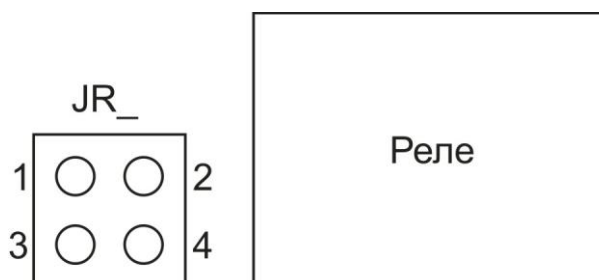

Рис. 7.2. Фрагмент установки элементов на плате автоматики
7.5.5. Рядом с реле P5 и P6 на плате размещены 4-х контактные гребенки с переключками JR7 и JR8, соответственно (см. рис. 7.2). Если в комплект поставки дефектоскопа не входят устройства звуковой и световой сигнализации, а предполагается использовать устройства потребителя, то переключки устанавливаются так, чтобы замыкались контакты 1-2. В противном случае изготовитель устанавливает переключки для замыкания контактов 1-3 и 2-4.